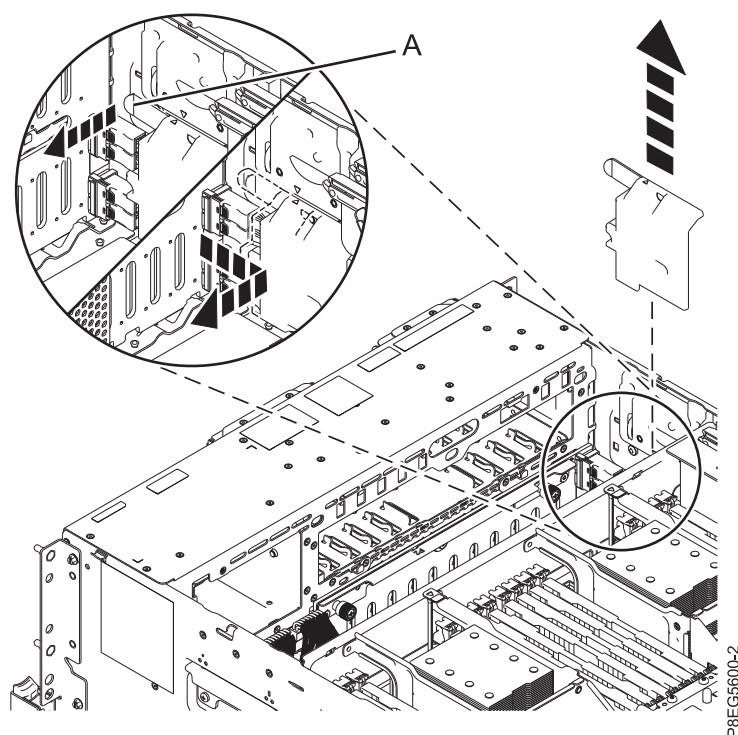

Figura 2. Extracción de la cubierta de cables SAS
3. Quite la cubierta del cable SAS frontal. Sujete el asa (A) y tire hacia fuera de la parte lateral del sistema. A continuación, deslice la cubierta a la parte posterior para extraerla como se muestra en la Figura 2.